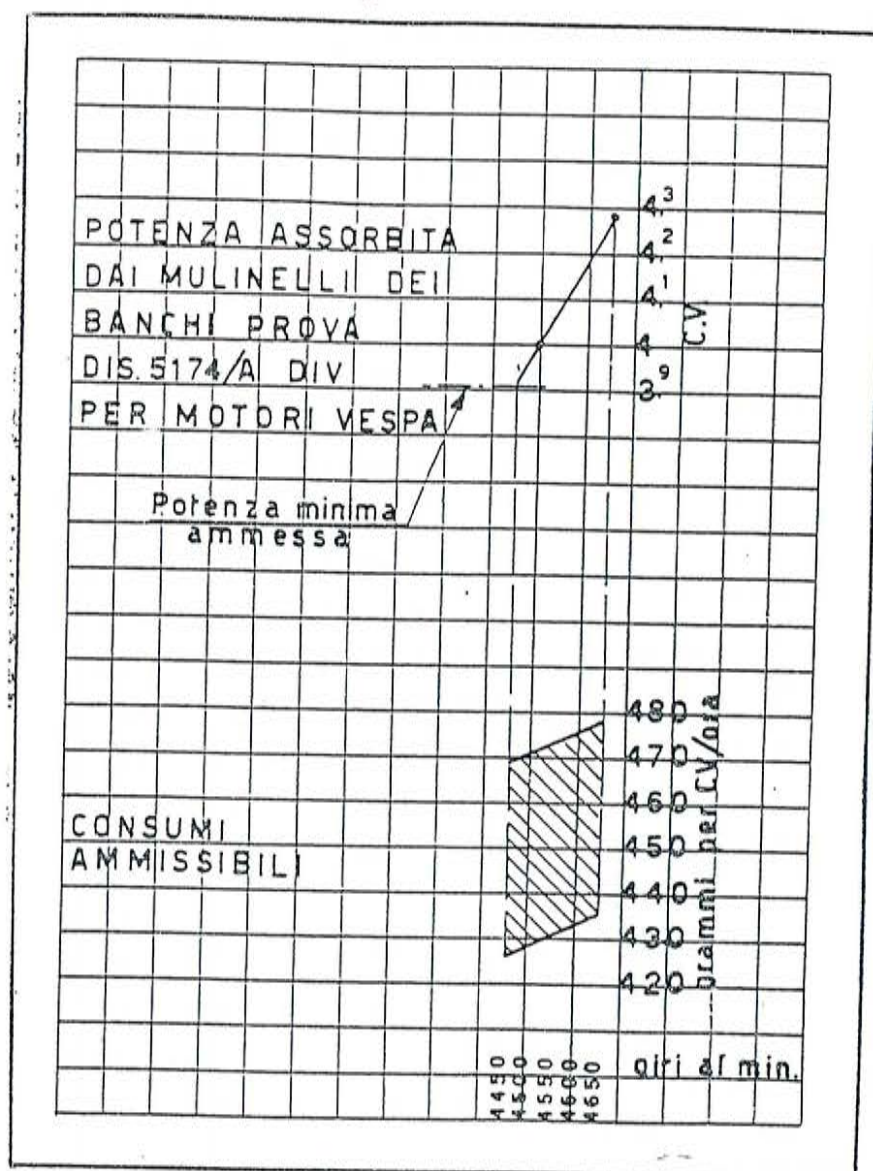

Fig. 80 - Diagramma potenza consumo
Si legge in corrispondenza dei giri del motore sulla curva di utilizzazione del mulinello (ved. il diagramma di fig. 80) La potenza frenata P. Si inserisce il circuito c) e si misura il tempo T necessario per vuotare la buretta. Essendo 0,760 il peso specifico dell'olio Essolube S.A.E. 30), il consumo specifico si calcola con la seguente formula:
- g) - I motori che danno un rendimento inferiore al minimo stabilito (vedere diagramma in fig. 80) devono essere revisionati.